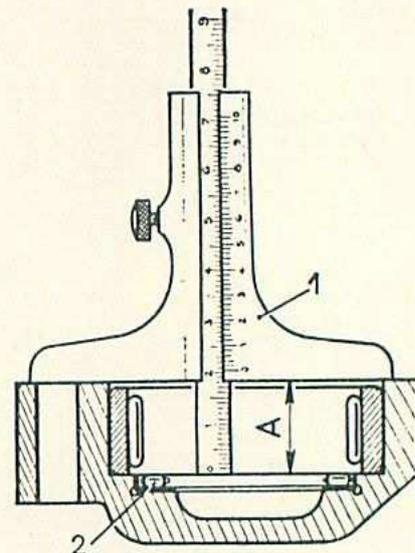

Fig. 61. — Mesure de la cote (A) dans le couvercle gauche
- Mesurer, avec la jauge, la cote (A) du couvercle latéral, entre plan de joint et butée (2) (fig. 61) et la noter.
**IMPORTANT.** — Ceci a pour but de s'assurer que la fausse bague (2) porte bien à fond sur les cales (C) et sur la butée (2) (fig. 61) du couvercle, lorsque les plans de joint du couvercle et du carter sont bien en contact, sans, toutefois, avoir serré excessivement les écrous.